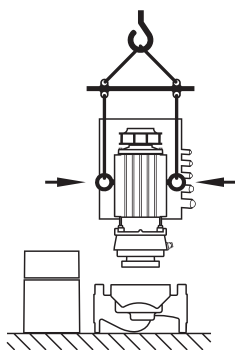

Fig. 25: Moottori-juoksupyöräyksikön kuljetus
- **Jos kuljetussilmukat irrotetaan tai ne on irrotettu moottorilaipasta ja ne kiinnitetään tai ne on kiinnitetty moottorikoteloon, niitä saa käyttää vain moottori-juoksupyöräyksikön kantamiseen tai kuljettamiseen (Fig. 25), mutta ei koko pumpun kuljettamiseen eikä**